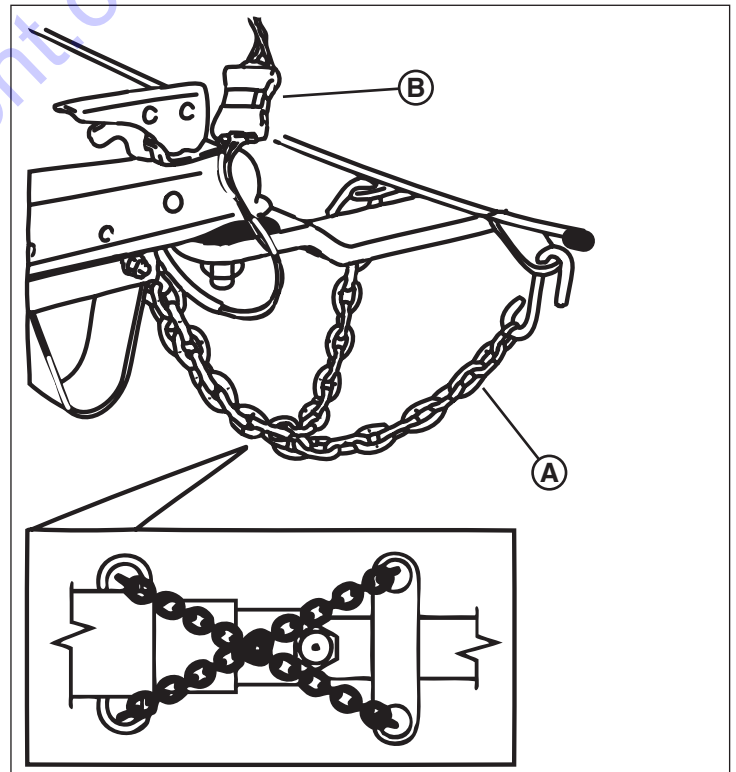

Figure 11
- Fixer les chaînes de sécurité (A, Figure 11) au cadre de l'attelage du véhicule de remorquage. Croiser les chaînes sous la flèche comme illustré sur la Figure 11. Laisser assez de mou dans les chaînes pour permettre les virages, mais pas trop pour éviter que les chaînes entrent en contact avec la surface de la route.
- Connecter le connecteur d'éclairage de la remorque à celui du véhicule de remorquage (B, Figure 11). S'assurer que le faisceau d'éclairage de la remorque a suffisamment de longueur pour empêcher la déconnexion dans un virage, mais pas trop afin que le faisceau n'entre pas en contact avec la surface de la route. Vérifier le bon fonctionnement des feux de freinage, feux de direction, feux arrière, feux latéraux et éclairage de la plaque d'immatriculation.